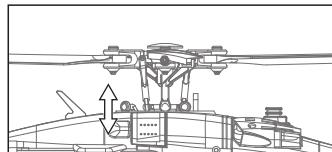

図2. 機体を左側面から見た図
- エレベータスティック(モード1:左ステイック、モード2:右ステイック)を上下に動かすとエレベータサーボのリンクージロッドが上下します(図2)。動作に引っ掛かりや異音がないか確認します。